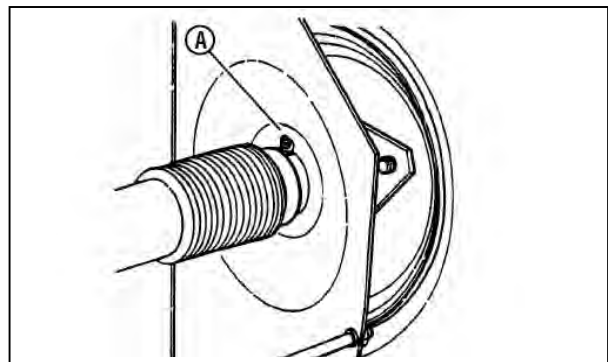

図 7-9 後車軸のグリスニップル
1. 左後車軸ベアリングのグリスニップル(図 7-9 の A)にグリスガンを差し込み、グリスを給油します。